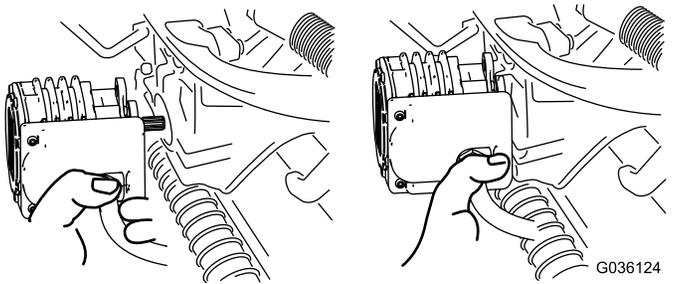

図 35
4. 外したモータは、サスペンションアームの前面にある一時保管位置にセットしておく(図 35)。